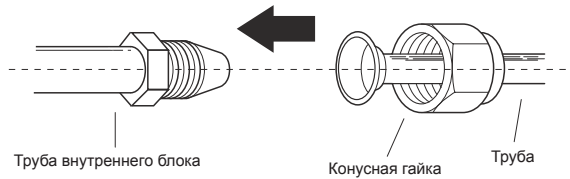

Рис. 5.7
1. Совместите центральные оси двух соединяемых труб. См. рис. 5.7.